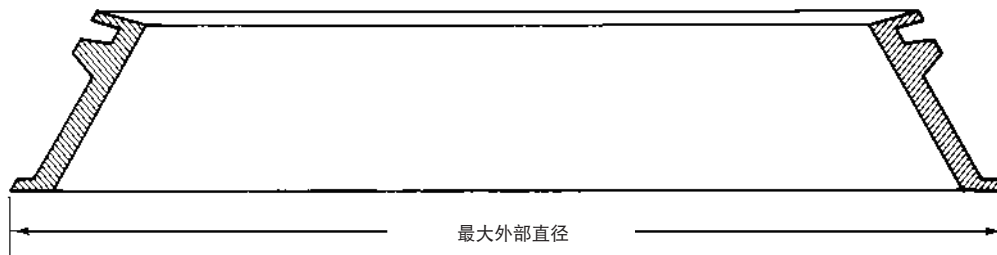
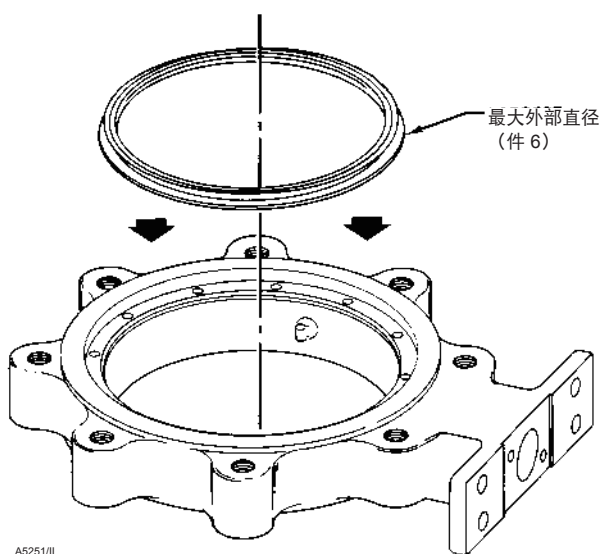

图 6. 典型密封环 (截面图)
图 7. 典型密封件的安装
如图 6 所示，密封环跨越一个边缘的直径较宽，跨越另一边缘的直径较窄。外圆周周围是一个宽的凹槽。
2. 必须将密封环和支撑环组件一起安装到阀门中。如图 7 所示，将外径较宽的密封环放入阀体的 T 形槽区。用端面粗钝的螺丝刀开始将直径较宽的密封环边缘推入阀体的 T 形槽。
找到替换的密封环（件 8）并注意该环的形状。如图 6 所示，密封环跨越一个边缘的直径较宽，跨越另一边缘的直径较窄。外圆周周围是一个宽的凹槽。
在阀体中安装密封环（件 8）时，先将外径较宽的密封环置入阀体的 T 形槽区，如图 7 所示。没有支撑环的金属密封件会置于适当位置。安装带支撑环的金属密封件（件 9）必须遵守以下带支撑环的 Phoenix III 密封件的安装说明。
1. 找到替换的密封环 (件 8) 并注意该环的形状。如图 6 所示, 密封环跨越一个边缘的直径较宽, 跨越另一边缘的直径较窄。外圆周周围是一个宽的凹槽。
在阀体中安装密封环时, 先将密封环的外径较宽一侧 (如图 6 中的标记) 放入阀体的 T 形槽区, 如图 7 所示。不带支撑环的 Phoenix III 密封环会置于适当位置。如果 Phoenix III 密封件使用支撑环 (件 9), 那么只有在将密封环置入阀门后才能使用端面粗钝的螺丝刀安装支撑环。不要在金属阀座上直接使用螺丝刀或密封件工具。仅在支撑环上使用工具。
1. 找到替换的密封环（件 8）并注意该环的形状。如图 6 所示，密封环跨越一个边缘的直径较宽，跨越另一边缘的直径较窄。外圆周围是一个宽的凹槽。